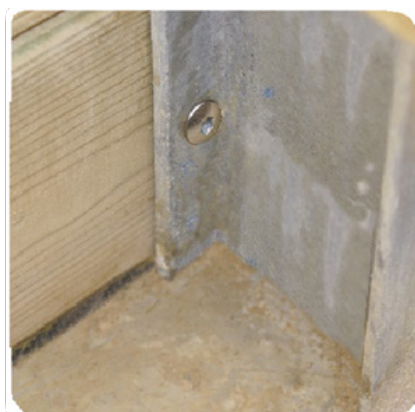

Abbildung 9 –
- auf den 4 Streben (diese sind vorgebohrt, wie in *Abbildung 9*) gezeigt) mit 36 Torx-Gewindeschrauben 6 × 30 aus A2-Edelstahl (Beutel D).